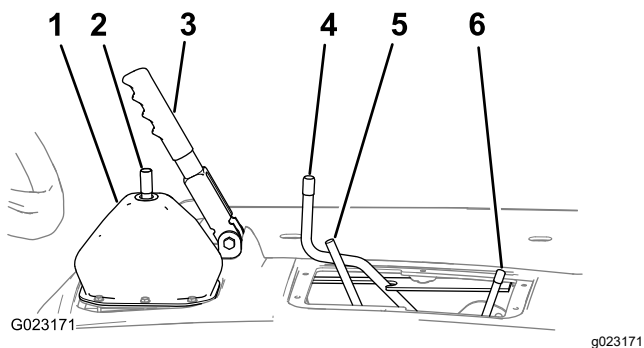

図 11
1. 駐車 ブレーキが掛かっていることを確認する 図 11。
2. デフロック用のロッドを前右方向に倒す 図 11。